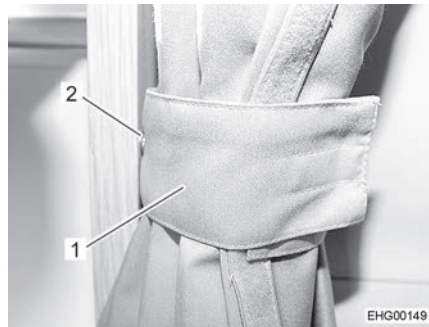

Bild 13 Mörkläggningsgardin, säkrad
- Säkra mörkläggningsgardinen med omtag (Bild 13,1) och tryckknapp (Bild 13,2).